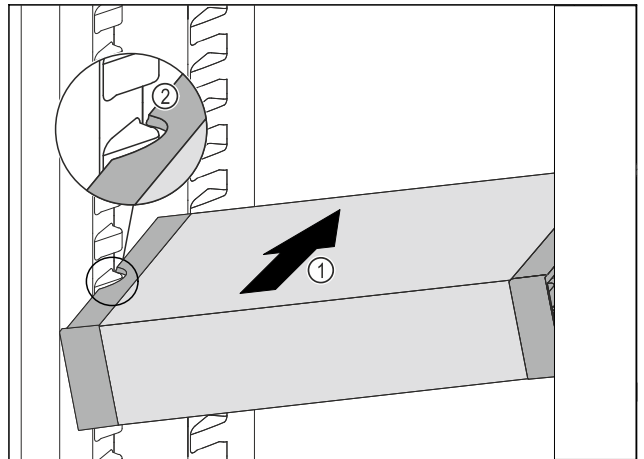

Fig. 80
- Inserire VarioSafe ad angolo nel vano frigorifero Fig. 80 (1), fino a quando le cavità laterali Fig. 80 (2) di VarioSafe non si trovano al livello della nervatura del contenitore nel vano frigorifero.